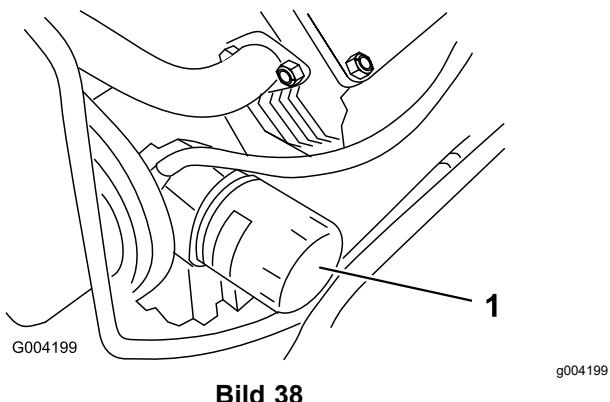

Bild 38
4. Entfernen Sie den Altfilter (Bild 38) und wischen Sie die Dichtfläche am Anbaustutzen ab.